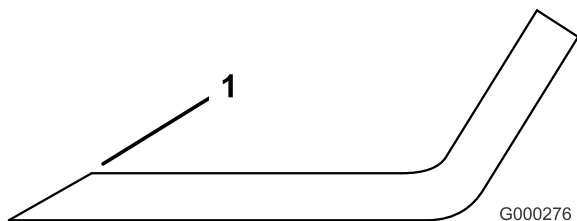

Figura 29
3. Inspeccione as extremidades de corte de todas as lâminas. Afie as extremidades de corte se estas apresentarem sinais de desgaste ou ranhuras. Afie apenas o lado superior da parte cortante e mantenha o ângulo de corte original para garantir um desempenho eficaz da lâmina (Figura 29). A lâmina mantém o equilíbrio se for retirada a mesma quantidade de metal de ambas as partes cortantes.